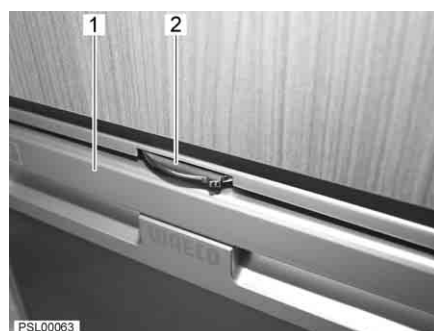

Fig. 73 Porte du réfrigérateur en position de service
- Faire tourner les dispositifs de verrouillage inférieur et supérieur (Fig. 73,2) vers la droite.
- Tirer la poignée (Fig. 73,1) vers le haut et ouvrir la porte du réfrigérateur.